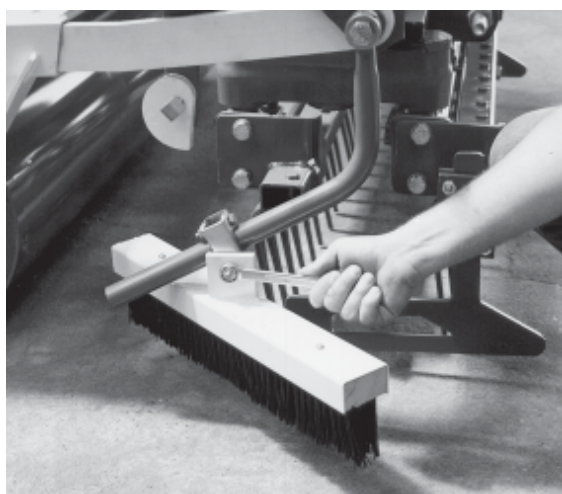

fig. 34
- la vis de fixation (fig. 34) permet de régler l'inclinaison du balai.